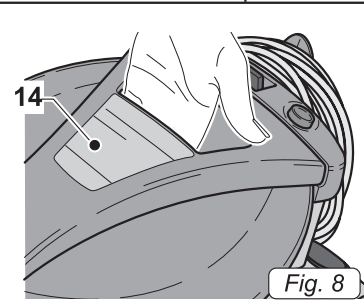

Fig. 8
- Per il suo sollevamento inserire le dita della mano nell'apposita maniglia (14 Fig. 8) ricavata sulla parte superiore del co- perchio.